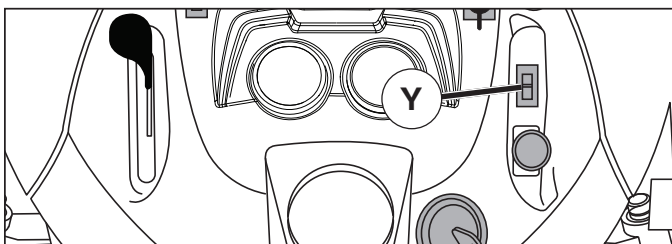

Fig. 8
- Con el pedal (K) de marcha adelante apretado a la velocidad deseada, mover la palanca de mando de crucero hacia adelante hasta la posición "SET" y mantenerla mientras se levanta el pie del pedal, luego soltar la palanca (J) de mando de crucero.
CÓMO USAR EL CONTROL DEL CIERRE DIFERENCIAL (Y) (Ver la Fig. 8)